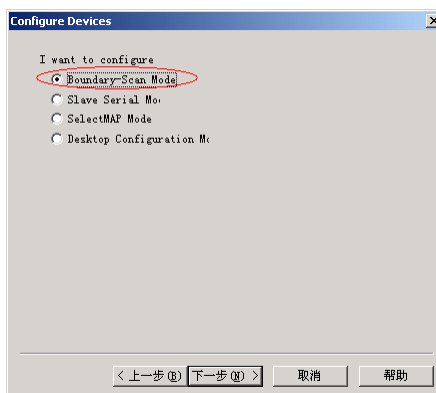

图 9-95 选择配置连接方式
- (3) 单击 **下一步(N) >** 按钮，按图 9-95 所示选择配置连接方式为【Boundary-Scan Mode】。